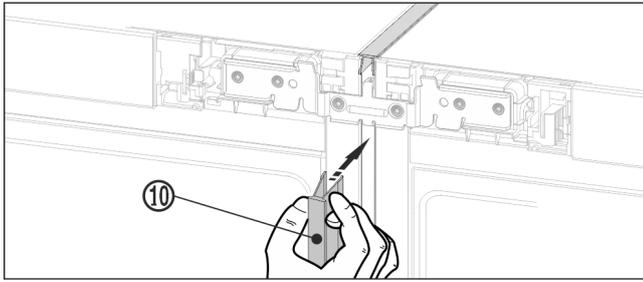

Fig. 21 *
- Sul lato anteriore premere il listello superiore Fig. 21 (10) lungo nella fessura verticale. Assicurarsi che il listello poggi sulla lamiera di collegamento.*